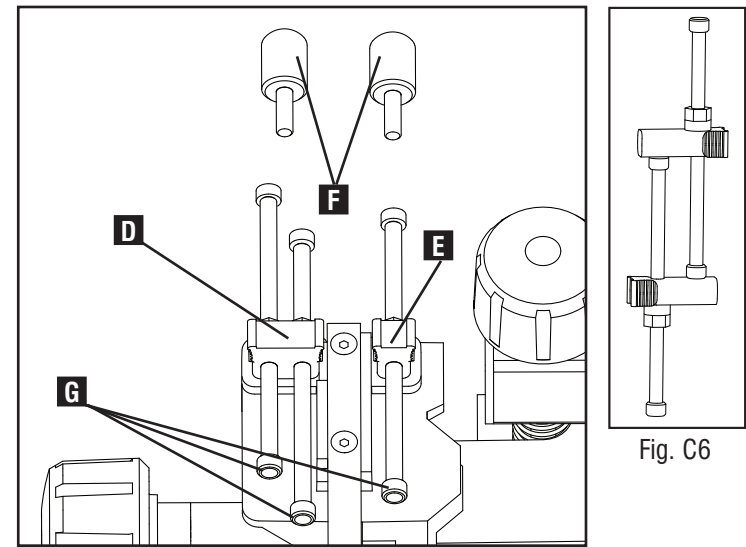
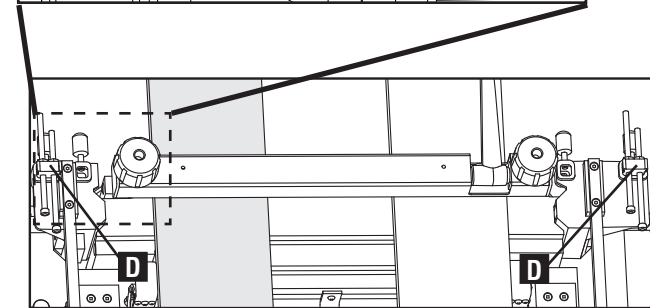

Fig. C6
Fig. C5
Pour la configuration du système, et ce, pour tout type de joint, il faut choisir entre l'utilisation de butée simple ou double (D et E), fig. C5, (butées livrées avec l'appareil). Deux butées sont nécessaires, soit une à gauche et une à droite du système OMNIJIG®. Il est alors possible de pousser le gabarit contre les butées et de le bloquer en position sur l'appareil. Les diverses butées sont insérées à différentes distances et conviennent ainsi au travail pour différentes d'applications. Pour chaque application, le gabarit doit occuper une position précise sur l'appareil avant d'amorcer la coupe.
Même si toutes les butées livrées comme pièces standards pour le système OMNIJIG® ou comme accessoires de gabarit sont prédimensionnées, elles peuvent être façonnées pour satisfaire à des besoins précis. Il est possible de modifier la position du gabarit sur l'appareil en réglant les vis de butée (G), fig. C5, vers l'avant ou l'arrière. Lors de ces modifications destinées à répondre aux besoins personnels de l'utilisateur, s'assurer que les deux butées (droite et gauche) sont réglées aux mêmes distances. Pour ce faire, régler les dimensions selon les besoins et placer les butées droite et gauche ensemble comme indiqué à la fig. C6. S'assurer que la pointe de la colonne-vis non réglée touche la colonne-butée correctement ajustée, comme montré.
IMPORTANT : chaque paire de butées doit être orientée à gauche et à droite de l'appareil de sorte que les étiquettes apposées sur les butées soient visibles lorsque l'utilisateur fait face à l'appareil. Par exemple, la « butée gauche » est alors à la gauche de l'utilisateur. Il faut ajouter les boutons moletés (F), fig. C5, au dos de l'appareil et bien les serrer une fois que les butées du gabarit sont en position. Ils servent à tenir solidement les butées de gabarit sur l'appareil de sorte que le gabarit soit en bonne position. Si les boutons ne sont pas serrés adéquatement, les butées peuvent se déplacer, ce qui provoquera un mauvais alignement du gabarit. L'assemblage ainsi fait ne sera pas bien ajusté.